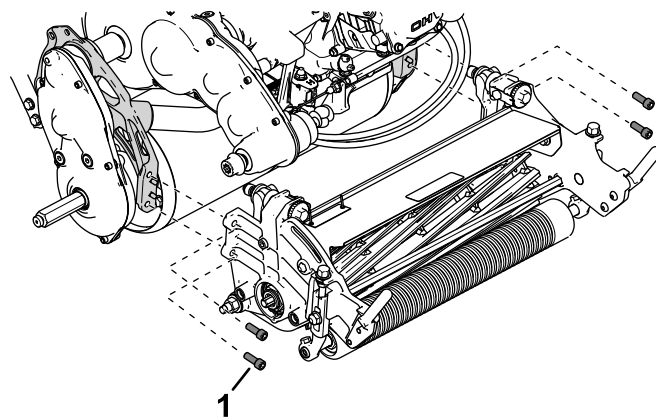

Figure 4
3. Fixez l'unité de coupe sur la machine à l'aide de 4 vis à tête à creuse (Figure 4).